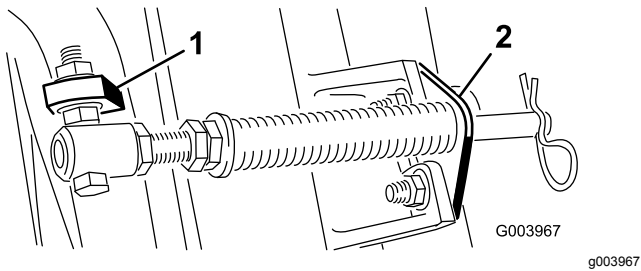

Figure 6
- C. Montez le boulon du tube de ressort sur la patte opposée du bâti porteur et fixez-le en position avec l'écrou à embase. La tête du boulon doit être à l'extérieur de la patte, comme montré à la Figure 6.
D. Montez le support de tige sur les pattes du tablier de coupe à l'aide des boulons de carrosserie et des écrous (Figure 6).